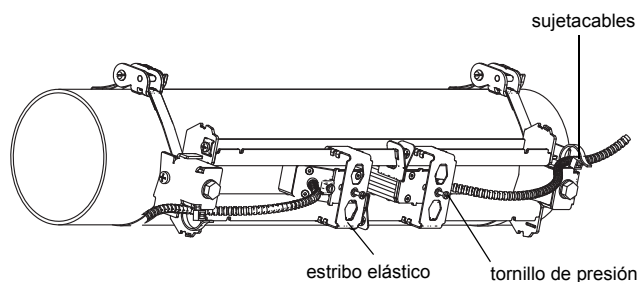

Fig. 9.46: Transductor en el raíl
- Desplazar los estribos elásticos sobre los transductores (véase Fig. 9.46).
- Fijar los cables de los transductores con un sujetacables para protegerlos de esfuerzos mecánicos (véase Fig. 9.46).